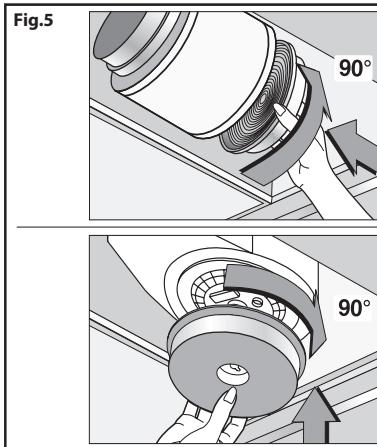

Fig.6
- **Sostituzione delle lampade alogene (Fig.6):**